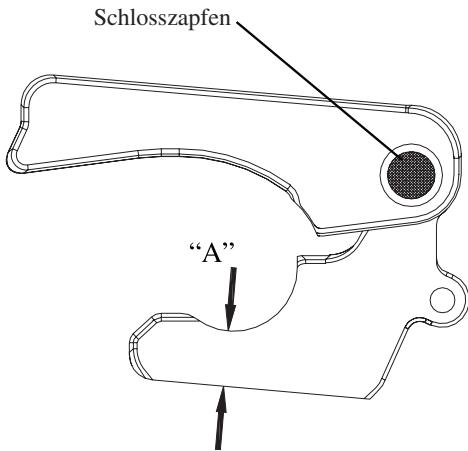

Abbildung 12 - Einbaulage des Schlosszapfens
3. Sattelkupplung auf Verschleiß prüfen. Wenn Maß "A" (siehe Abb. 12) weniger als 20,25 mm beträgt, wird ein Schlossstück-Austauschsatz benötigt.
Beim Schlosszapfen (siehe Abb. 12) handelt es sich lediglich um einen Drehzapfen, der auslegungsgemäß kleiner als die Bohrung im Schlossstück ist. Damit ist Spiel vorhanden, was es dem Schlossstück ermöglicht, jederzeit vollständig im Kontakt mit Königszapfen und Verschlussriegel zu stehen.
Liegt am Schlossstück Untermäß vor (Maß A in Abb. 12) unter 20,25 mm), wird ein Schlossstück-Austauschsatz benötigt.